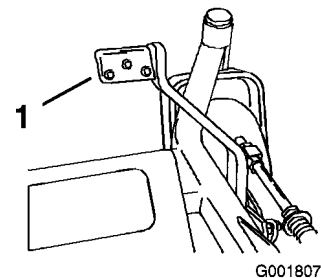

Figure 18
2. Appuyez sur ce levier tout en tirant sur le levier de sélection de hauteur de coupe (Figure 18).